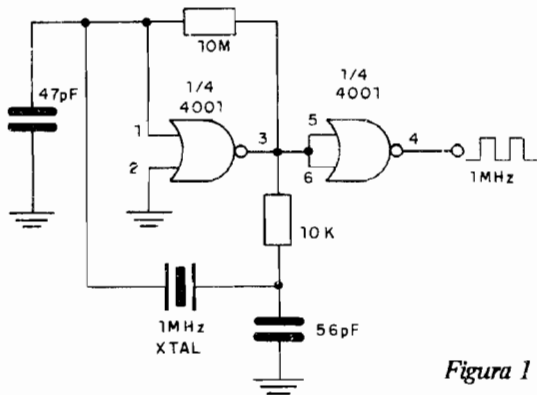

Figura 1
- A ligação de um oscilador de 1MHz (como mostra a figura 1) na entrada permite fazer um gerador programado de frequências, que produzirá sinais na faixa que vai de 1MHz/9999 até 1MHz/1, o que significa algo como 100Hz até 1MHz.